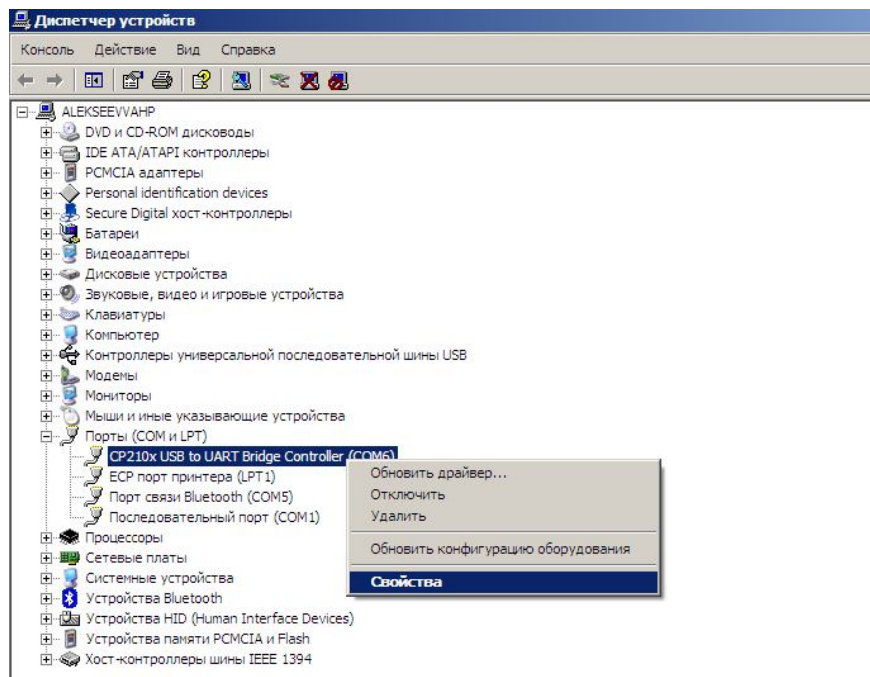

Рисунок 1 – «Диспетчер устройств»
1.3. В окне «Диспетчер устройств» раскрыть группу «Порты (COM и LPT)», рисунок 1, щёлкнув на знак «+», расположенный рядом с названием группы. В раскрывшемся дереве выбрать «CP210x USB to UART Bridge Controller», на котором, щёлкнув правой кнопкой мыши, выбрать из контекстного меню пункт «Свойства».